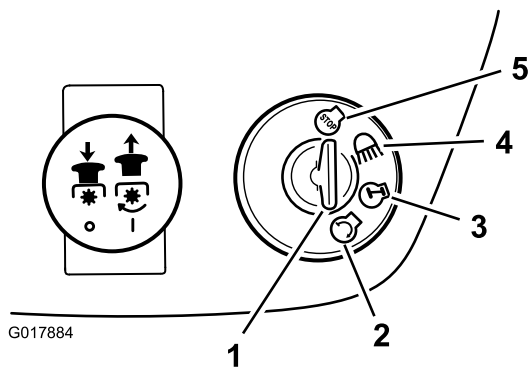

Figura 10
6. Gire la llave de contacto en el sentido de las agujas del reloj y manténgala en la posición de Arranque (Figura 10).
2. Gire la llave de contacto a la posición de Desconectado (Figura 10).